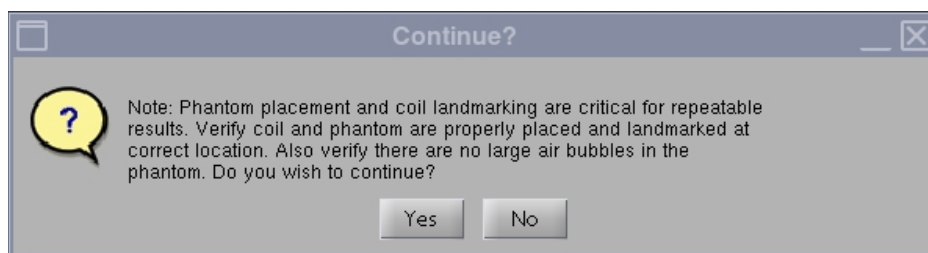

Fig. 4
3. La început, va apărea următoarea Observație: „Phantom placement and coil landmarking are critical for repeatable results” (Amplasarea fantomei de calibrare și alinierea cu marcajele bobinei sunt esențiale pentru obținerea unor rezultate repetabile). Dacă bobina a fost aliniată corect și în fantoma de calibrare nu există bule de aer, faceți clic pe **[Yes]** (Da) pentru a continua. (Fig. 4).